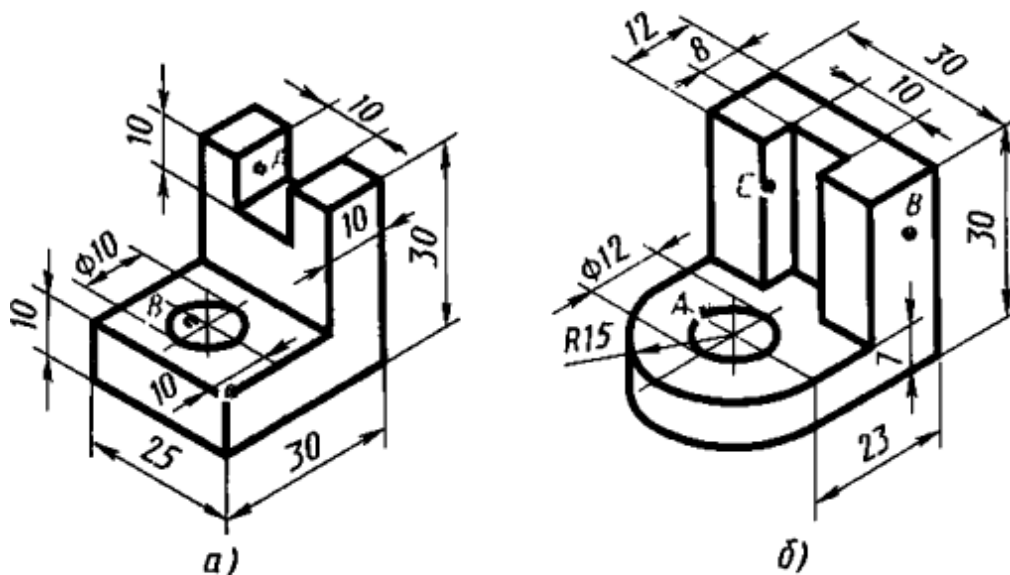

Рис. 99. Задания к графической работе № 4
**Задание 1.** Приготовьте лист чертежной бумаги формата А3. Вычертите рамку и графы основной надписи. По наглядному изображению детали рисунок 99 по вариантам (а – 1 вариант, б – 2 вариант). Выполните чертёж в необходимом количестве видов в масштабе 2:1.